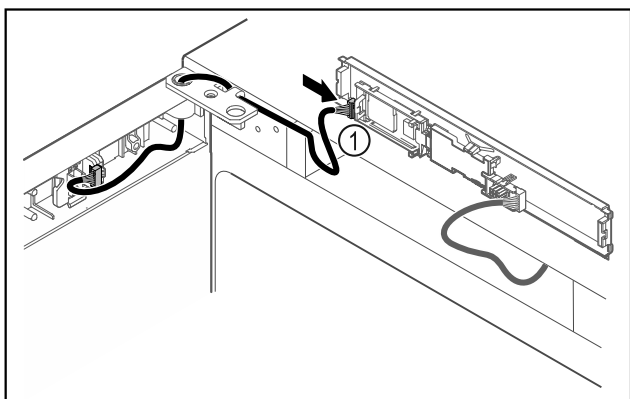

Fig. 46
- Sätt in kontakten Fig. 46 (1) på kretskortet.